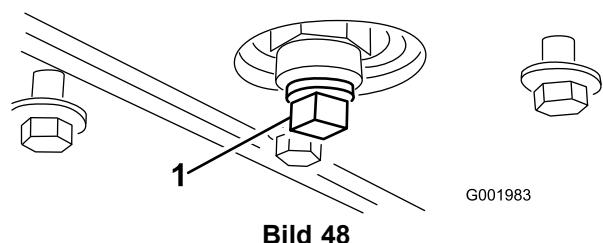

Bild 48
- Nehmen Sie die Ablassschraube ab (Bild 48).